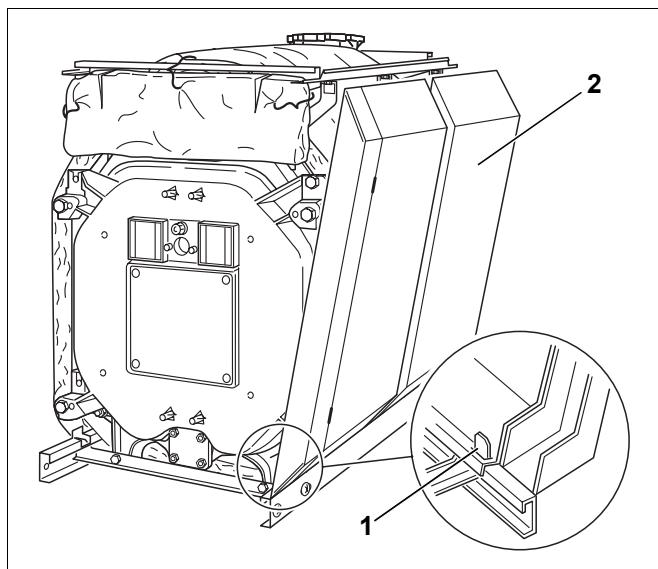

Fig. 50 Aggancio degli elementi della parete laterale
- ▶ Agganciare le pareti laterali anteriori (fig. 50, [2]) a sinistra e a destra in basso, nelle linguette curve delle guide di zoccolo (fig. 50, [1]), quindi spingere in alto sulla piegatura delle guide longitudinali.